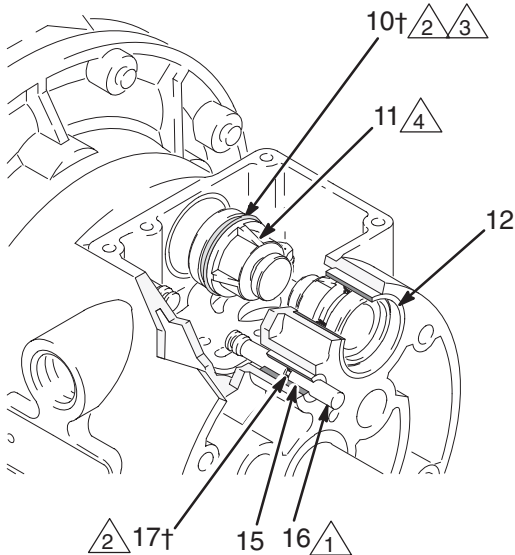

Abb. 9
4. Die beiden Stellmotorkolben (11) aus den Lagern (12) ziehen. Die Packungen (10) von den Kolben abziehen. Die Führungsstifte (16) aus den Lagern (15) ziehen. Die O-Ringe (17) von den Führungsstiften abziehen. Siehe Abb. 9.
6. Die Lager (12, 15) im eingebauten Zustand überprüfen. Siehe Abb. 9. Die Lager sind konisch, und wenn sie beschädigt sind, so müssen sie von außen ausgebaut werden. Dies erfordert den Ausbau der materialbenetzten Teile. Siehe Seite 20.
4. An jedem Führungsstift (16) einen O-Ring (17†) einbauen. Die Stifte und O-Ringe fetten. Die Stifte mit dem **schmalen** Ende voran in die Lager (15) einschieben. Siehe Abb. 9.
5. An jedem Stellmotorkolben (11) eine Packung (10†) einbauen, so daß die Lippen der Packungen zum **schmalen** Ende der Kolben weisen. Siehe Abb. 9.
6. Die Packungen (10†) und die Stellmotorkolben (11) fetten. Die Stellmotorkolben mit dem **dicken** Ende voran in die Lager (12) einschieben. Das schmale Ende des Kolbens frei lassen. Siehe Abb. 9.